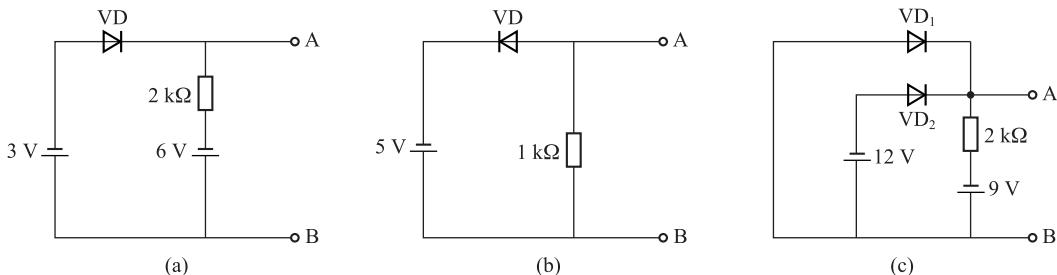

图1-23 思考与练习题2图
- 如图1-23所示电路,假设二极管是理想二极管,判断图中二极管是导通还是截止,并求出A、B两端电压 $U_{AB}$ 。